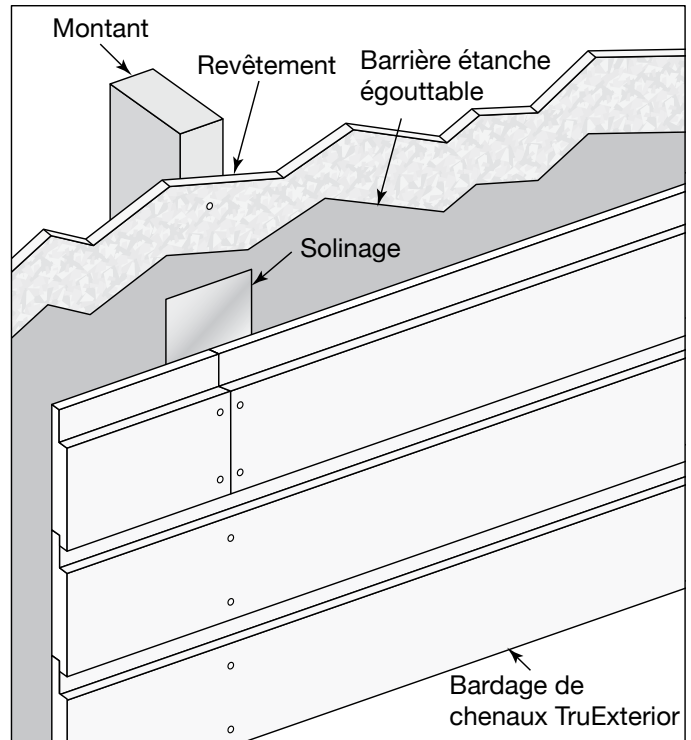

Fig. 4a
- Pour les profils de 6 et de 8 po, utilisez 2 attaches pour chaque membre de charpente. Au moins une des attaches doit passer à travers la face du profil; fixer le produit uniquement à travers la languette n'est pas suffisant (**Fig. 4a et 4b**).